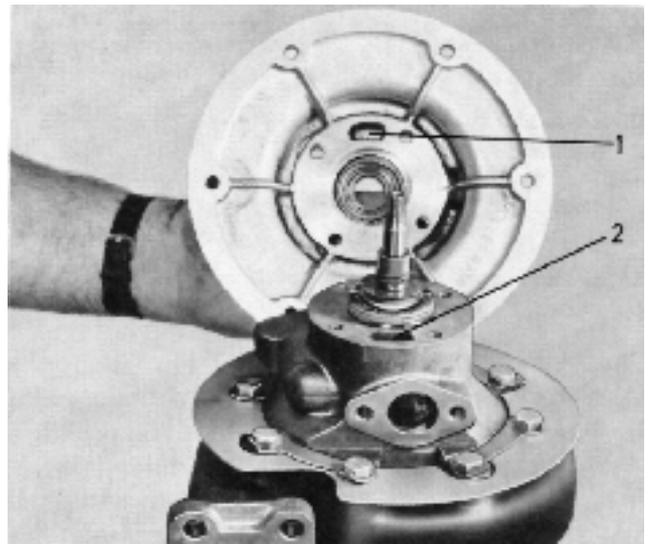

Fig. 107. Montage du carter de compresseur
11. Monter le carter de compresseur. S'assurer que les segments d'étanchéité sont bien centrés avant de mettre le carter. Les canaux 1 et 2 suivant la figure 107 devront être l'un en face de l'autre. Ne pas forcer pour ne pas casser ou abîmer les segments. Placer la rondelle plane et la rondelle de verrouillage sous les quatre vis de fixation et les serrer avec un couple de 27 Nm (2,7 m.kg). Ne pas oublier le joint (14) entre le carter de roulement et le carter de compresseur.